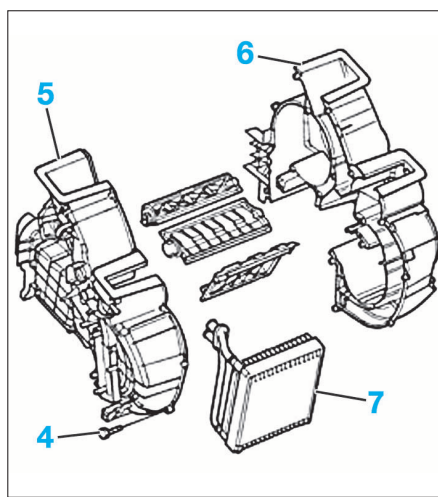

FIG. 20
- Déposer les vis de fixations (4), puis séparer les sous ensemble (5) et (6) (Fig.20).
- Extraire l'évaporateur (7) (Fig.20).